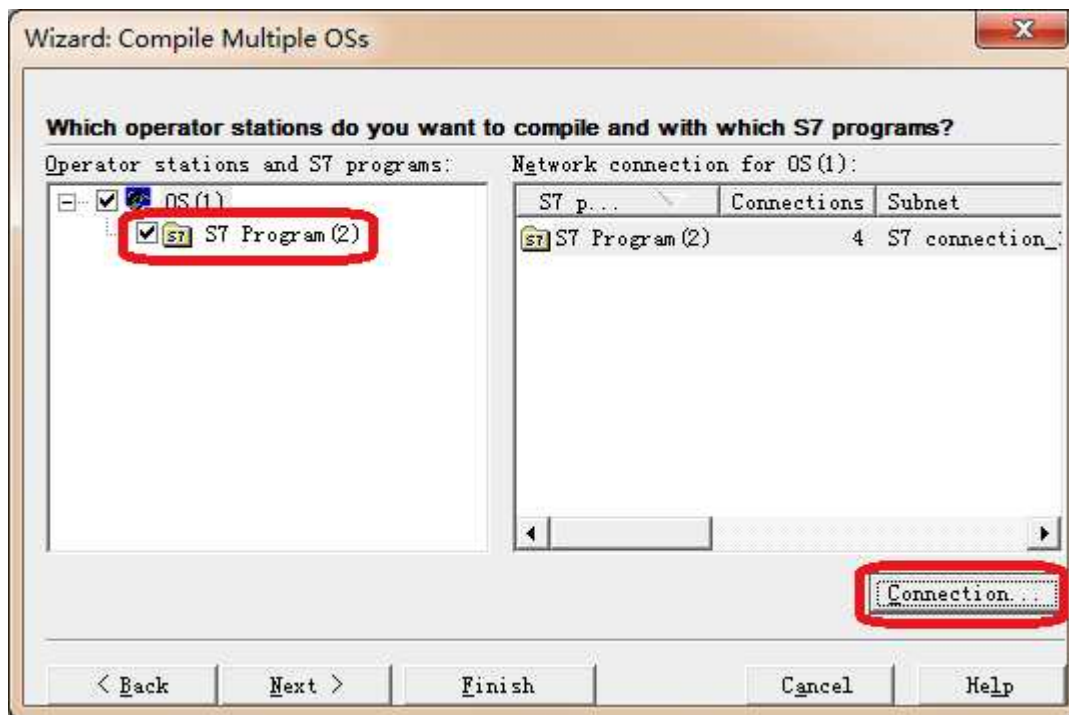

图12
(D) 在向导中选择相应的S7 Program， 选择Connection， 如图12所示。